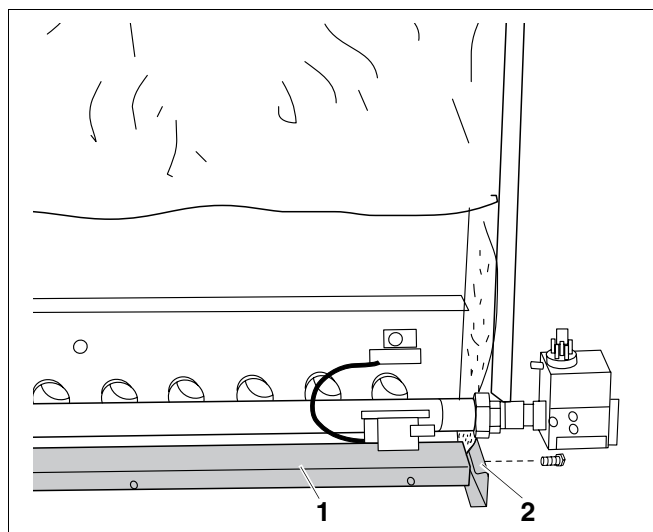
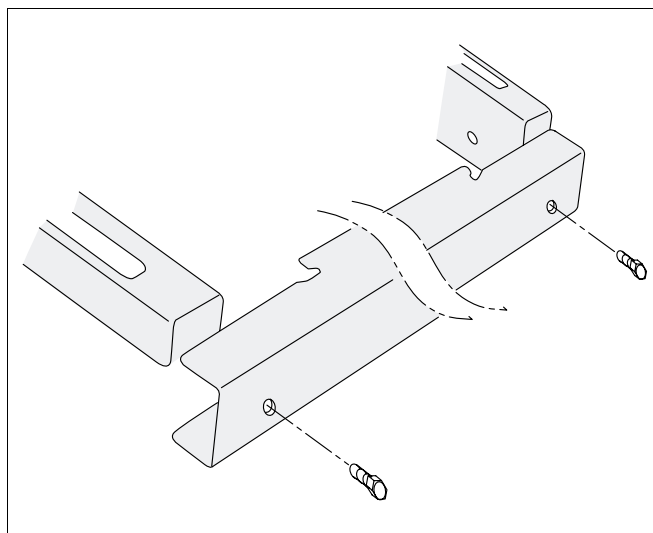

Fig. 53 Montarea soclului transversal
Fig. 54 Vedere de sus a soclului transversal
- Soclurile transversale (fig. 53, **poz. 2**) se poziționează în partea frontală și din spate a soclului longitudinal (fig. 53, **poz. 1**) și se fixează cu șuruburi cu cap plat 3,9 x 9,5. Pagina cu tăietura în partea superioară (fig. 54).